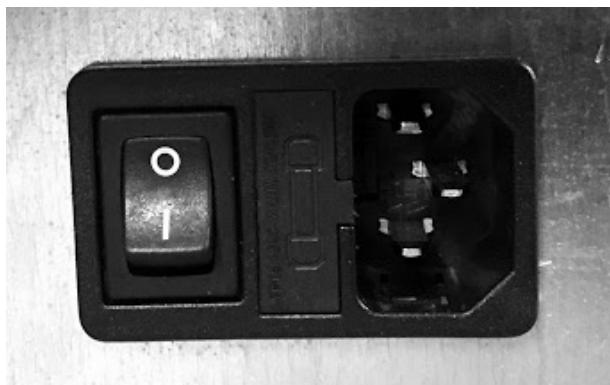

Fig. 75 - Toma de corriente con interruptor general
- Conectar el cable de alimentación primero en la parte posterior de la estufa (véase **Fig. 75**) y después en una toma de corriente en la pared.
- El interruptor general O/I (véase **Fig. 75**) tiene que ser activado sólo para encender la estufa, en caso contrario es aconsejable dejarlo apagado.